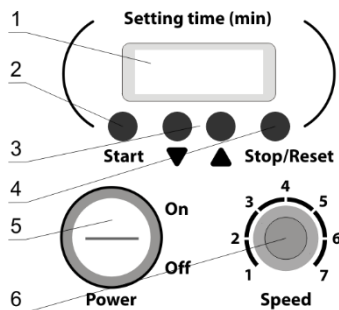

Рисунок 1. Bio RS-24
- 5.2.1 Подключите внешний блок питания к сети. Переведите переключатель **Power** (рис. 1/5) в положение **on**, включено.
- 5.2.3 Установите скорость вращения регулятором **Speed** (рис. 1/6).
- 5.2.4 Установите время работы кнопками ▼ и ▲ (рис. 1/3).
- 5.2.5 Нажмите кнопку **Start** (рис. 1/2) для начала работы.
- 5.2.6 Платформа начнёт движение. Дисплей (рис. 1/1) показывает отсчёт установленного времени. Интервалы времени до 1 часа показываются в минутах и секундах, больше 1 часа - в часах и минутах.